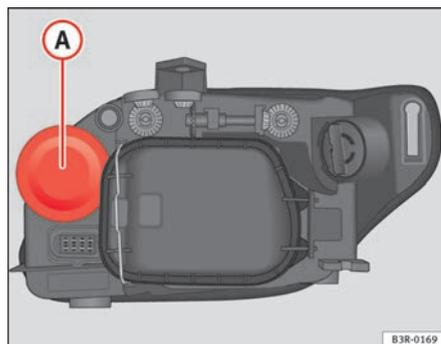

Fig. 203 Lampe du feu clignotant
- Retirez le cache en caoutchouc ⇒ fig. 203 et tirez.